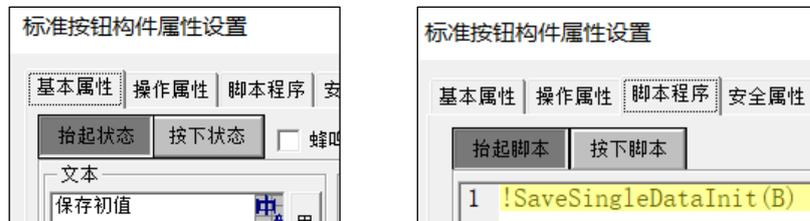

图 5.4-3 按钮属性设置
- ② 在窗口 0 中新建一个【输入框】构件，在其【操作属性】功能页中关联变量【B】。
- ③ 然后新建一个标准按钮构件。如图 5.4-3 所示将按钮的【基本属性】中的文本设置为【保存初值】，【脚本程序】中的抬起脚本设置为【!SaveSingleDataInit(B)】。按钮的功能是，当按钮抬起时，执行脚本【!SaveSingleDataInit(B)】，即将【B】的初值存入缓存，等待 60 秒后，初值被刷入磁盘中。此时，若立即执行脚本【!FlushDataInitValueToDisk()】，则不必等待 60 秒，初值将被立即刷入磁盘。